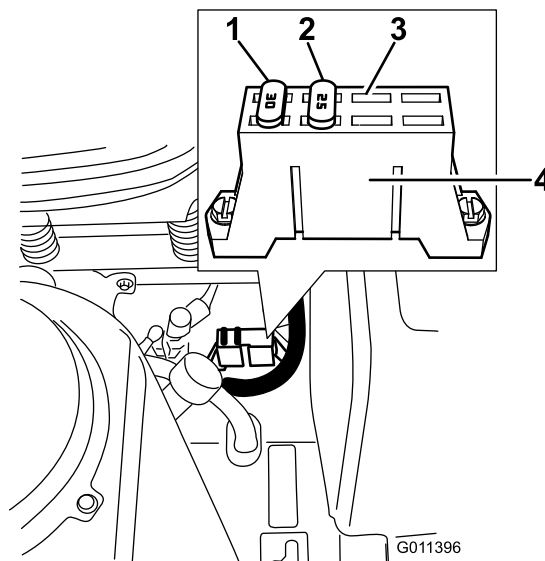

Figure 50
1. Les fusibles sont situés sur la console droite, près du siège (Figure 50).
3. Remplacez le fusible (Figure 50).